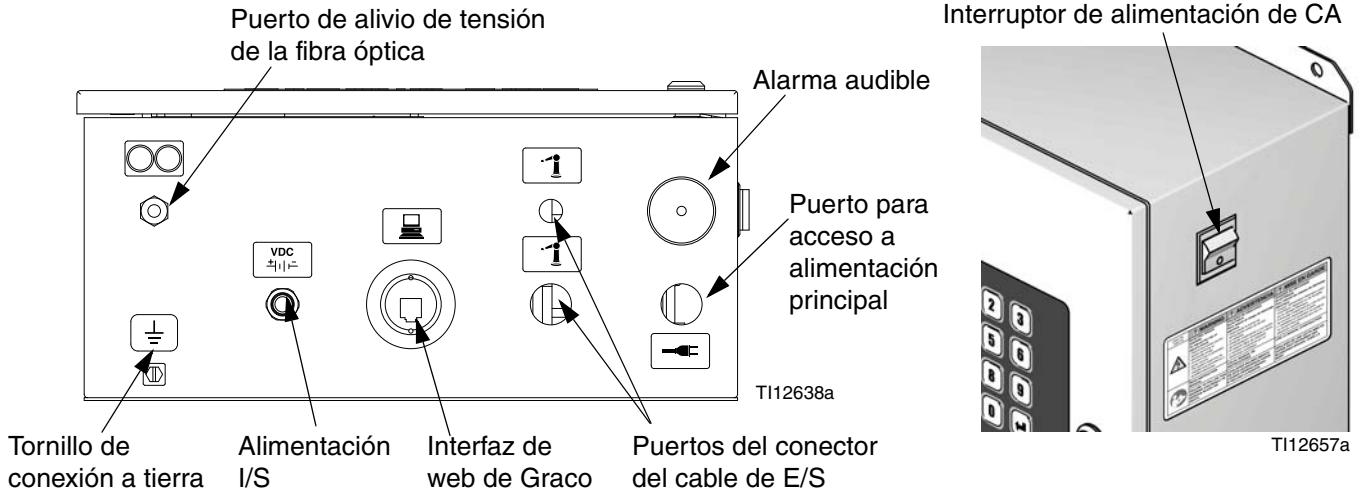

Fig. 18: EasyKey Conexiones e interruptor de alimentación de CA del
- El puerto de acceso de alimentación de entrada  es de 22,4 mm (0,88 pulg.) de diámetro. Acepta un accesorio de liberación de tensión de barrera aislante o conducto. Consulte FIG. 18.
1. Suministre alimentación al EasyKey. Instale un alivio de tensión de mampara o conducto de mampara por el puerto del EasyKey.  Consulte FIG. 18.
1. Conecte el extremo correspondiente del cable de alimentación de la estación de fluido al conector EasyKey $\pm \text{VDC}$. Consulte FIG. 18.
3. El cable de fibra óptica se envía de fábrica sujeto al conector de la estación de fluido . Consulte FIG. 18.